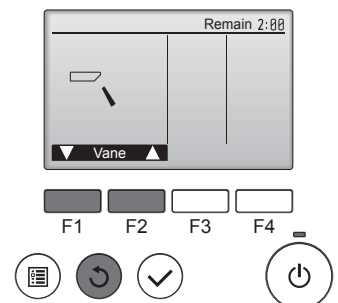

Fig. 8-4
- ② Pritisnite gumb [ODABERI] radi prikaza zaslona Rad lopatica, a zatim pritisnite gumb [F1] i [F2] da biste provjerili auto lopaticu. (Fig. 8-4)